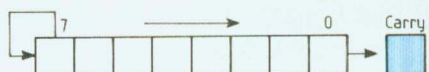

Fig. 20
**ASR** : Même opération que ci-dessus, mais vers la droite. Dans les deux cas, le bit sortant est positionné dans le bit C du CCR (registre d'état) (figure 20).